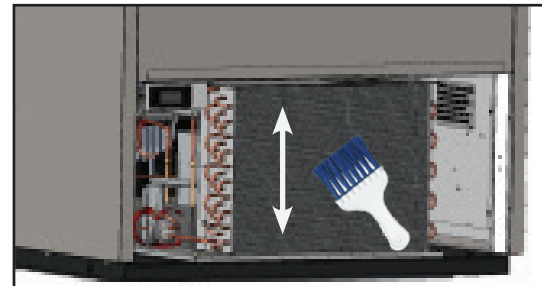

Abb. 3. Kondensatorrohrschlange reinigen.
4. Entfernen Sie angesammelten Schmutz sorgfältig mit einer Bürste mit harten Borsten von den vorderen Lamellen der Kondensatorrohrschlange. Siehe Abb. 3.